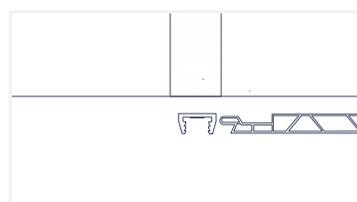

Fig. 34
6. Insérez la moulure de base en U (du kit de moulure en H encliquetable) le long du côté rainure du panneau (Fig. 34).